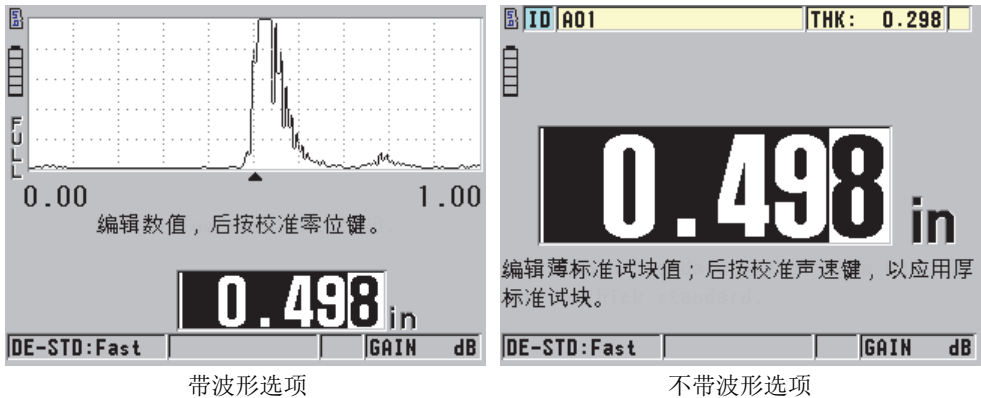

图 5-5 在 5 阶试块上进行声速校准
1. 要使用一个带有或不带波形软件选项的仪器进行材料声速校准（参见第 55 页的图 5-5）：